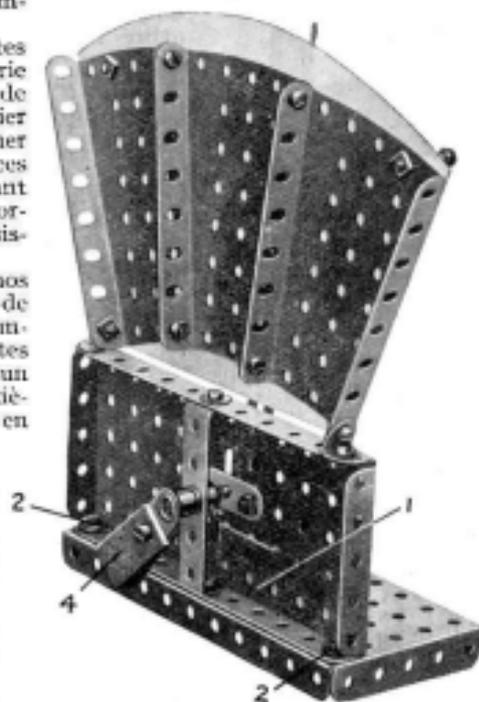

Fig. 8. L'ampèremètre Meccano, vu de derrière.
différents. L'organe essentiel du modèle consiste en un fil de résistance 1 (Fig. 8) qui est tendu entre les Boulons 6 B. A. (2). Ces deux Boulons sont isolés de la Plaque à Rebords de 14×6 cm, formant le socle du modèle à laquelle ils sont fixés. Chacun de ces boulons est relié par un court fil à une Borne isolée 5. Un Collier (dont la cheville taraudée est remplacée par une vis d'arrêt ordinaire) est fixé à la Tringle de 38 mm. 3 qui est passée dans la Plaque à Rebords verticale de 14×6 cm, et dans une Bande Courbée de 60×12 mm. Un bout de fil de cuivre fin, attaché à la vis d'arrêt du Collier, est enroulé plusieurs fois, sur la Tringle 3, et fixé au milieu du fil 1. Le Poids de 25 grammes 4 est boulonné à une Manivelle qui est fixée à la Tringle 3. La position normale de la Manivelle doit être horizontale, de manière à ce que le Poids exerce une tension sur le fil 1. La Manivelle munie de l'aiguille (représentée par une Lisse de Métier, pièce n° 101) est fixée à l'extrémité antérieure de la Tringle 3 dans une position qui fait reposer la Lisse de Métier contre un des Boulons de 19 mm, situés des deux côtés du cadran. Lorsqu'il est traversé par un courant électrique, le fil 1 s'échauffe et se dilate.